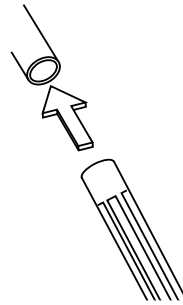

Fig. 9
15. Elija el accesorio deseado e insértelo en el extremo de la manguera 12. **Fig. 9.**